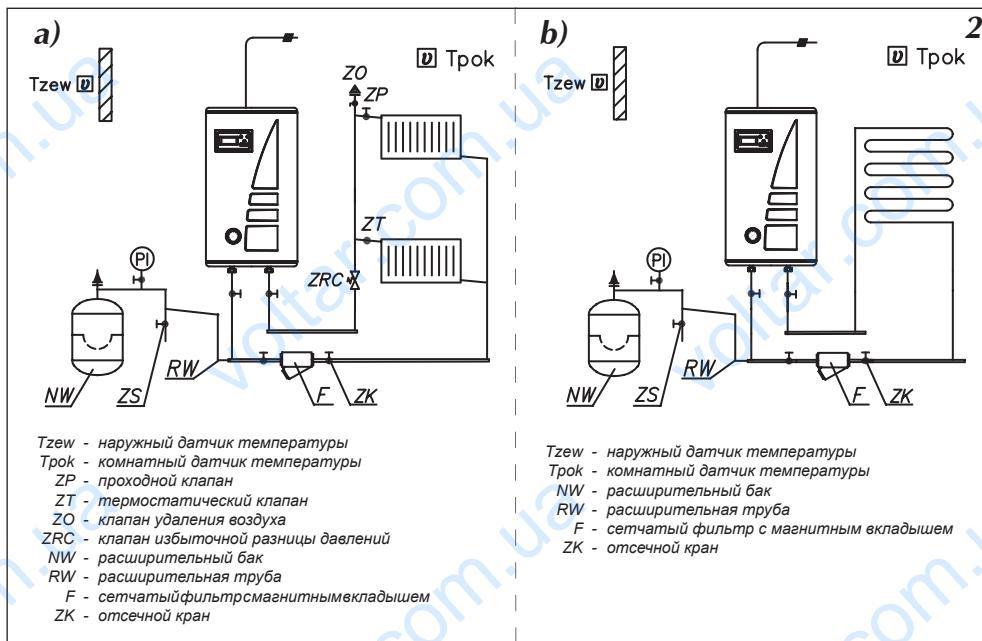
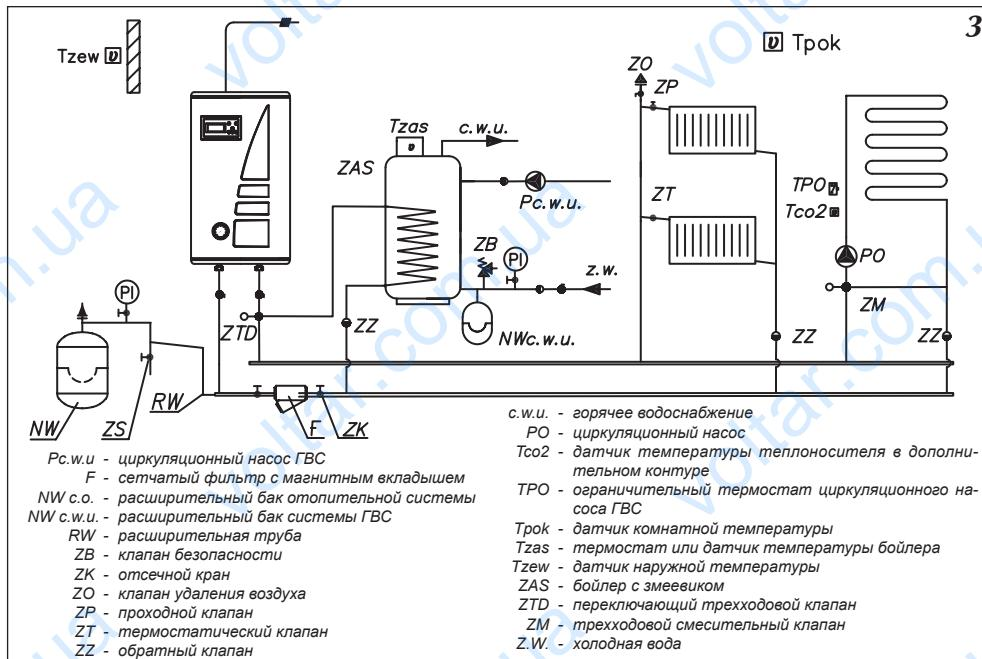
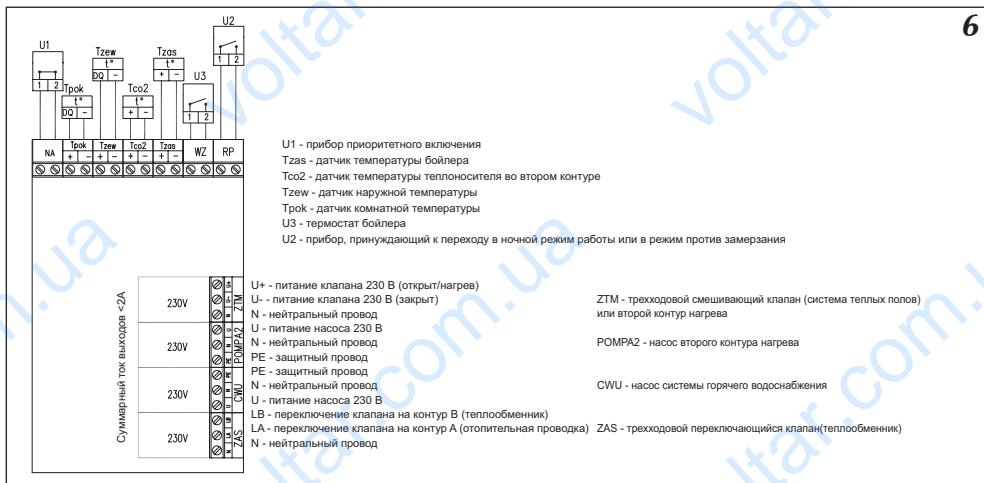

Рис.2 Примерная схема отопительной системы
Рис.3 Примерная схема отопительной системы – радиаторы, обогрев теплых полов, бойлер ГВС.
Рис.6 Подключение наружных устройств к плате ZIO.
- в случае если котел должен работать в системе теплых полов, необходимо безоговорочно установить предохранительную арматуру (рис.2б или 3).
- Подключить котел к отопительной проводке, оснащенной отсечными кранами (рис.2 и рис.3).
- на модуле ZIO замкнуты клеммы NA (см. рис. 6),
К котлу EKCO.M1z можно подключать, в зависимости от потребности, ряд дополнительных приборов или необходимых датчиков (рис. 6).
К котлу EKCO.M можно подключить прибор приоритетного включения – например проточный водонагреватель (рис.6), который будет выключать нагрев котла. Это решение используется с целью ограничения потребления максимальной мощности. Приоритетный прибор должен иметь выход сигнального управления. **Прибор приоритетного включения подключается при помощи провода (напр. LIYY 2x0,14) к клеммам „NA” на плате ZIO.** На клеммы „NA” запрещается подавать какое-либо напряжение! Перед подключением приоритетного прибора следует проверить имеет ли он выход сигнального управления. Если приоритетный прибор может управлять только сигналом напряжения, следует использовать соответствующее реле. **Неиспользуемые клеммы NA следует оставить в замкнутом состоянии!**
Из этих двух способов можно выбрать один при помощи соответственной установки в сервисном меню. Способ подключения клемм термостата и датчика температуры в теплообменнике представлен на рис.6.
На электронном модуле рис.6 имеются клеммы ZAS. На клемму LB подается напряжение 230В в случае, если есть необходимость дрогева воды в теплообменнике. На клемму LA подается напряжение 230В в случае, если котел греет теплоноситель в отопительной проводке. К этим клеммам можно подключить трехходовой клапан, который будет переключать отопительный контур на запитку теплообменника. В случае запитки теплообменника температура теплоносителя стандартно устанавливается на уровне 80°C. Эту величину можно изменить в сервисном меню. Одним из рекомендованных компаний Kospel трехходовых клапанов является клапан VCZMH6000E с серводвигателем VC6012ZZ00 и кабелем 45900445-013B. Управление этим клапаном осуществляется подачей сетевого напряжения 230В~ на один из двух проводов – коричневый или черный. Синий провод следует подключить к нейтральному проводу сети питания. Подача питания на коричневый провод приведет к переключению клапана в положение, при котором открывается проход между входом "AB" и выходом „B". Подача питания на черный провод приведет к переключению клапана в положение, при котором открывается проход между входом "AB" и выходом „A". Обозначение входа „AB" и выходов „A"; „B" нанесено на клапан.
На рис. 6 представлен способ подключения трехходового клапана к котлу. Принято, что выход горячего теплоносителя из котла подключен к входу „AB” переключающегося клапана а выходы А и В служат соответственно для:
- Коричневый провод кабеля 45900445-013B подключить к клемме LB согласно рис. 6.
- Синий провод кабеля 45900445-013B подключить к клемме „N” согласно рис. 6.
Котел EKCO.M1z может управлять насосом системы горячего водоснабжения. Управление основано на включении или выключении этого насоса в зависимости от установленной суточной программы. Таким образом насос можно отключить, например на ночь. Насос подключается к плате ZIO согласно рис.6. Напряжение питания насоса – 230В.
Разъем ZTM на плате ZIO22 рис.6 служит для подключения смесительного клапана запитки второго контура (рис.3 кран ZM). Этот контур должен быть приспособлен для запитки более низкими температурами чем в отопительной системе. Например, если отопительный контур запитывается температурой 85°C (см „Сервисное меню” параметры WChG,WChG2, Tcomax и Tc2max), второй контур может служить для запитки системы Теплый пол максимальной температурой 60°C. В этом случае следует помнить о установке дополнительной защитной арматуры, предохраняющей от появления слишком высокой температуры во втором контуре. Для измерения температуры во втором контуре используется датчик типа WE-008.
На плате ZIO рис.6 имеется разъем RP, замыкание которого приводит к переходу котла в режим работы против замерзания или в ночной режим работы. Выбор одного из этих режимов осуществляется в сервисном меню. Также как и на разъем NA, на него нельзя подавать напряжение!